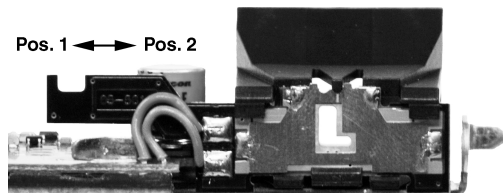

Figure 3.3 Réglage du rayon de surveillance au niveau du bord de fermeture principal
1. Réglez tous les émetteurs des modules à monter de la même manière (voir Figure 3.3). -> Pour ce faire, réglez toujours les émetteurs en direction des paumelles. (les paumelles se trouvent du côté opposé au bord de fermeture principal).
Au moyen des deux positions de l'émetteur, réglez un bord de surveillance à fleur à gauche ou à droite (voir figure 3.3 cercle)